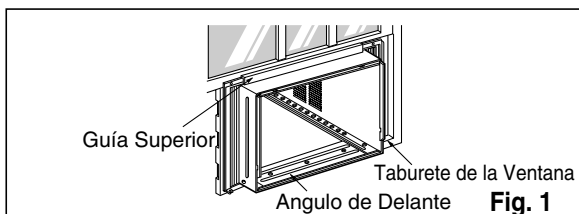

Fig. 1
Quite la TAPA DEL DESAGÜE y conecte el TUBO a la BANDEJA EVAPORADORA. (Ver Fig.1)
1. Abra la ventana. Marque una línea en el centro del banqueta de la ventana(o la ubicación deseada del aire acondicionado). Cuidadosamente ubique el gabinete en la banqueta de la ventana y alinee la marca central en el frente inferior con el centro de la línea marcada en la banqueta de la ventana. (Ver Fig.1)